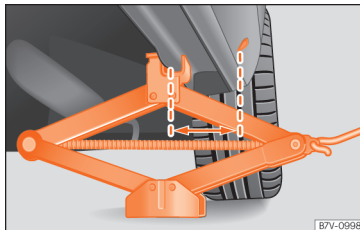

Abb. 48 Wagenheber hinten an der linken Fahrzeugseite angesetzt.
- Drehen Sie die Kurbel des unter dem Aufnahmeplatz des Längsträgers befindlichen Wagenhebers*, bis sich die Nase » » **Abb. 48** unter der vorgesehenen Einführung befindet.